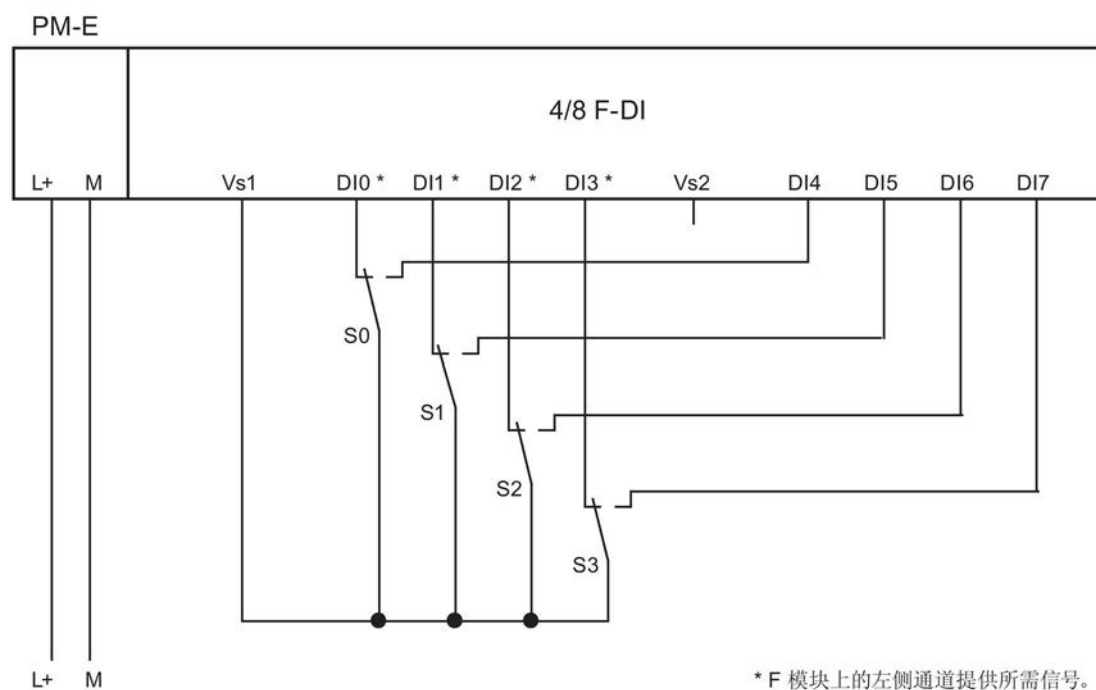
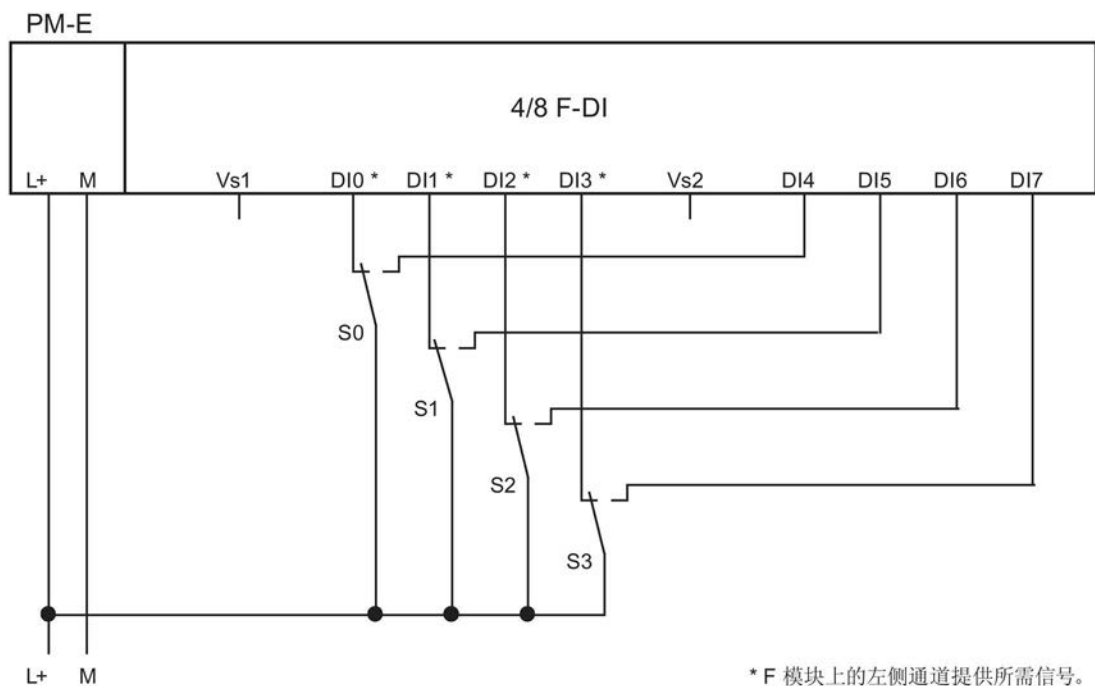
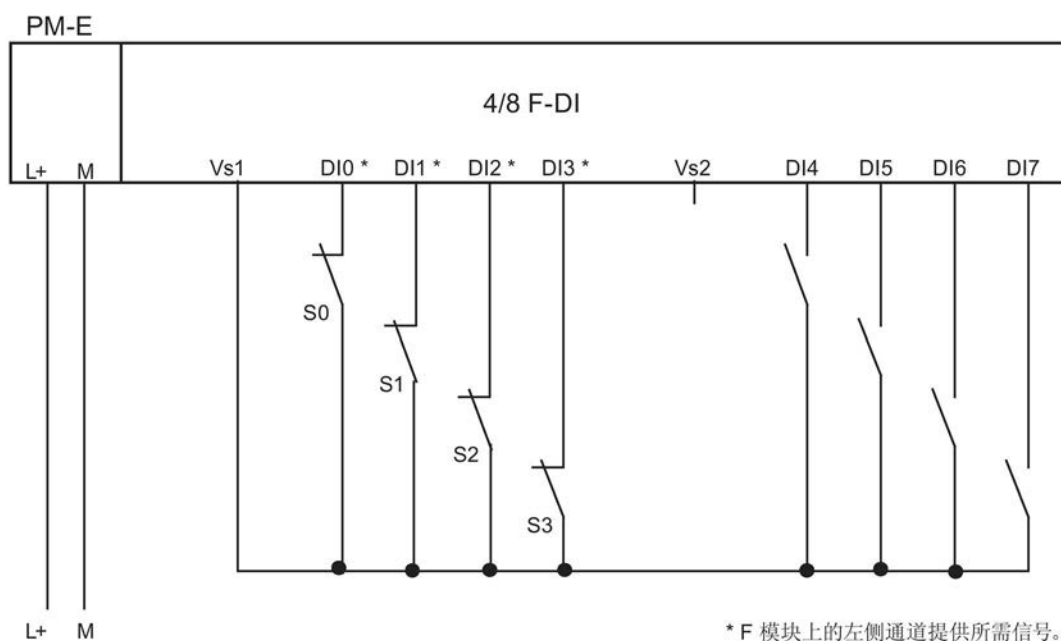

图 7-26 EM 4/8 F-DI DC24V 的接线图 — 通过两个通道非对等连接一个非对等传感器，内部传感器馈电
图 7-27 EM 4/8 F-DI DC24V 的接线图 — 通过两个通道非对等连接一个非对等传感器，外部传感器馈电
图 7-28 EM 4/8 F-DI DC24V 的接线图 — 通过两个通道非对等地连接两个单通道传感器，内部传感器馈电
- 应用 2.3，请参见图 7-26 EM 4/8 F-DI DC24V 的接线图 — 通过两个通道非对等连接一个非对等传感器，内部传感器馈电 (页 151)、图 7-27 EM 4/8 F-DI DC24V 的接线图 — 通过两个通道非对等连接一个非对等传感器，外部传感器馈电 (页 152) 和图 7-28